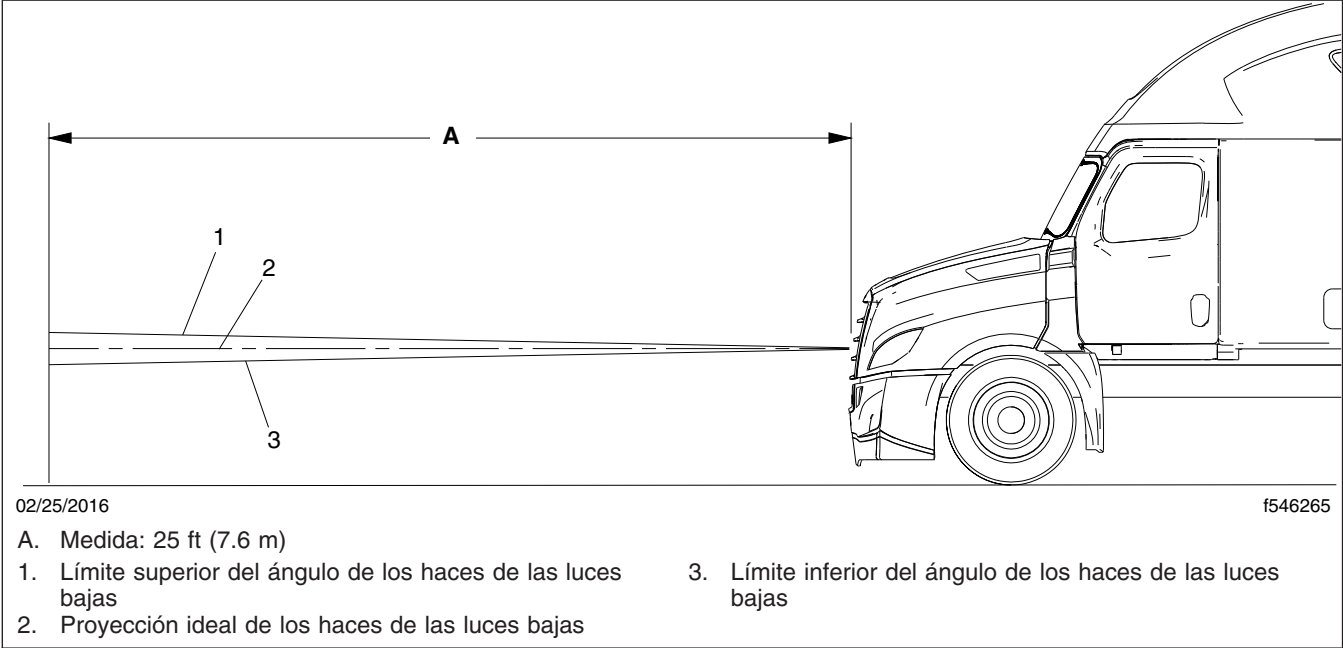

Figura 20.3, Límites verticales de la variación de las luces bajas de los faros
5. Revise el ajuste vertical de los haces de las luces bajas. El centro de cada proyección de haz debe caer en las marcas hechas durante el paso 3, o cerca de ellas. Vea la **Figura 20.3**.